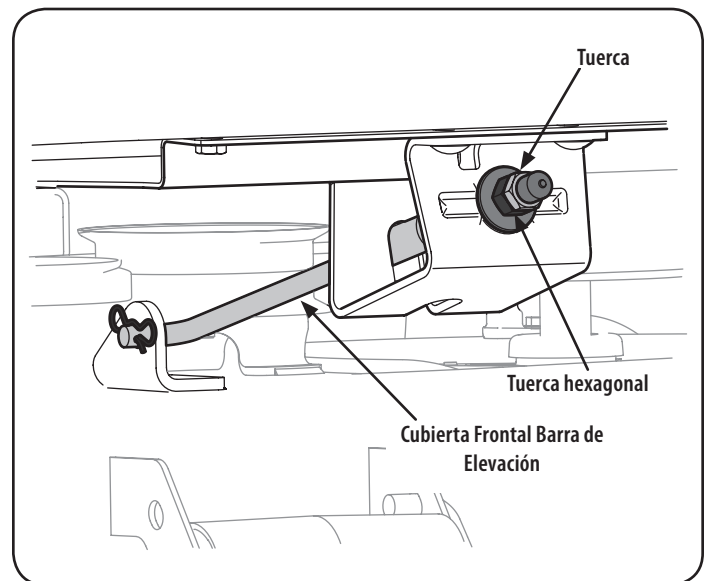

Figura 27
5. Con una llave, afloje la tuerca de seguridad en primer lugar, a continuación, subir o bajar la parte delantera de la cubierta girando la tuerca hexagonal de la varilla de elevación de la plataforma frontal. Ver Figura 27.